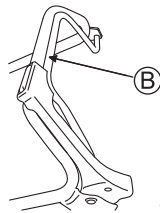

Abb. 19
4. Drücken Sie den Kupplungshebel (B) nach vorne, um mit dem Mähen zu beginnen. (Siehe Abb. 19)